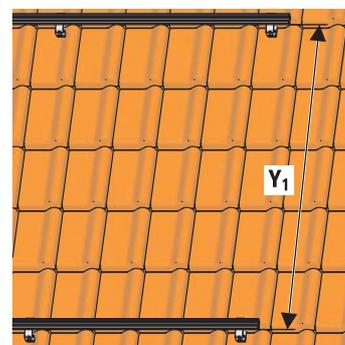

Fig. 3-15 Montez les rails de profilé supérieurs (pour les dimensions, voir tab. 3-2)
16. Montez le rail profilé supérieur à une distance  $Y_1$  du rail profilé de montage inférieur (fig. 3-15) (procédure de montage identique à celle du rail profilé inférieur). Veillez à ce que le rail supérieur forme une surface à plan parallèle pour l'installation des capteurs solaires plats en liaison avec le rail inférieur et la hauteur de réglage.